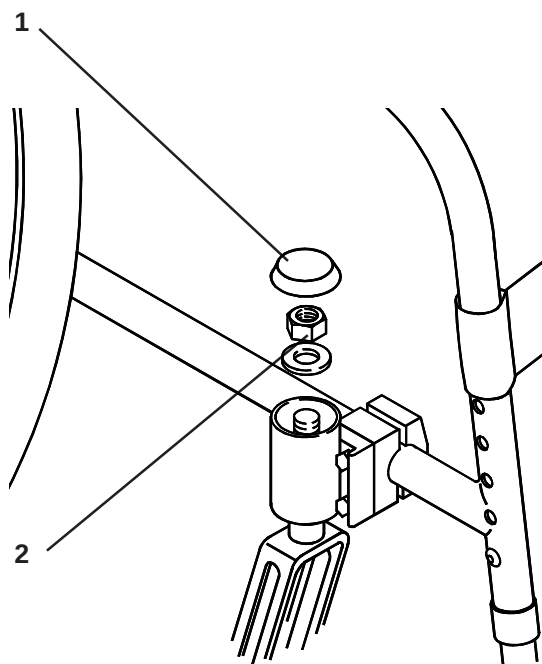

Fig. 34
Om de speling uit de balhoofdas te verwijderen (Fig. 34), verwijdert u de stofkap (1) door deze op te lichten. Draai de moer (2) met een 19mm dopsleutel aan tot alle speling verwijderd is, maar zo dat de balhoofdas nog steeds zonder weerstand rond kan draaien. Monteer de stofkap door deze weer op zijn plaats te drukken.